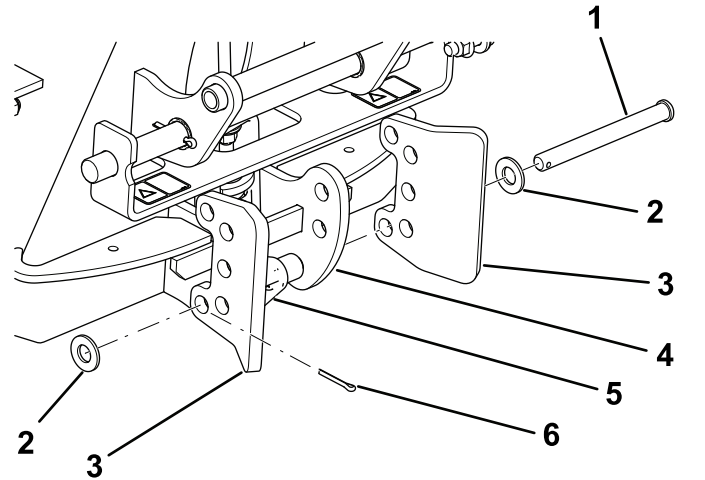
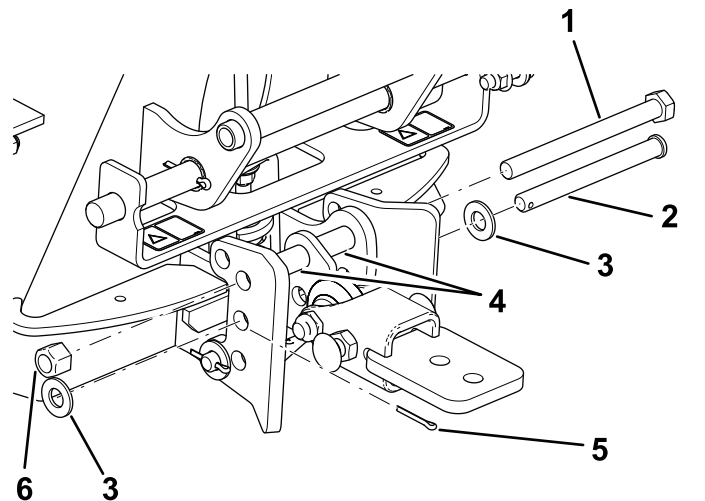

Figura 8
Figura 9
2. Conectai ansamblul dispozitivului de cuplare cu bilă la adaptor aa cum se arată în **Figura 8** i **Figura 9**.